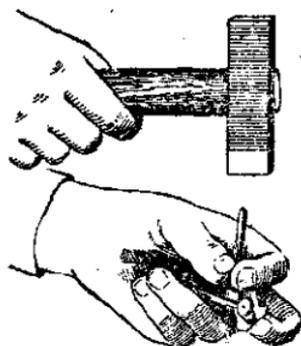

Рис. 14. Выталкивание шпильки при отделении выбрасывателя и ударника от затвора
4) **Разобрать затвор.** Вытолкнуть выколоткой шпильку, удерживающую ударник и ось выбрасывателя (рис. 14), и извлечь ударник из канала затвора; вытолкнуть выколоткой ось выбрасывателя и извлечь из затвора выбрасыватель с пружиной.